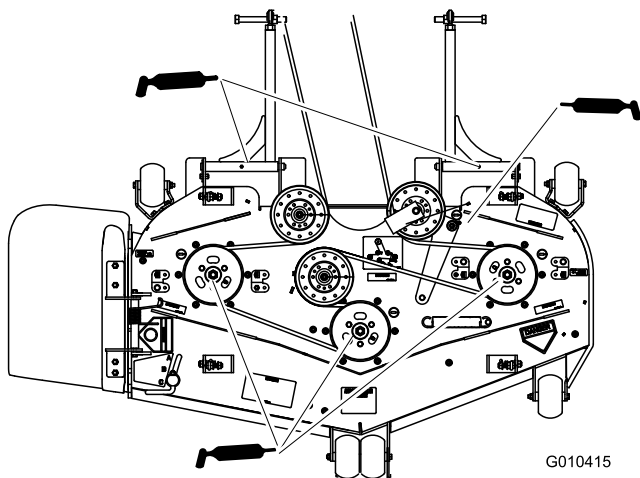

Figure 40
6. Graissez les roulements des trois axes jusqu'à ce que la graisse ressorte par les joints inférieurs (Figure 40).
7. Graissez le bras de la poulie de tension sur le plateau de coupe (Figure 40).
8. Lubrifiez les graisseurs des bras de poussée (Figure 40).